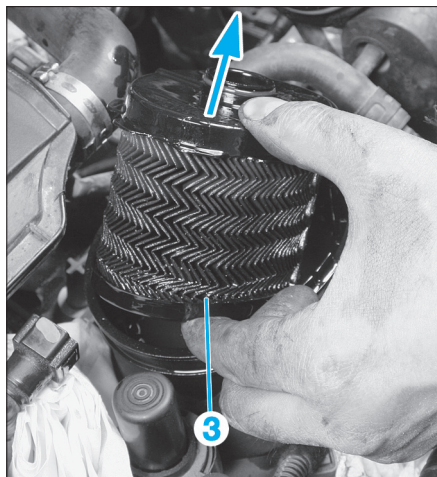

FIG. 33
- Retirer le filtre à carburant (3) (Fig.33).